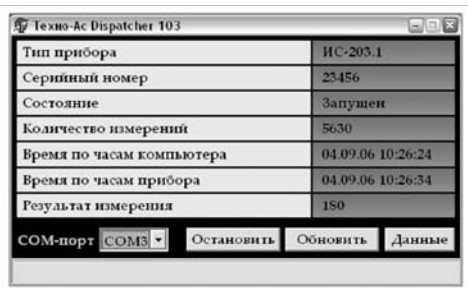

Рис.8
4.7 Переключателем “COM-порт” выбрать номер порта, по которому будет осуществляться связь с прибором. При этом в главном окне программы Dispatcher103 должна появиться информация о приборе, как показано на рис. 8. Если поля остались пустыми – требуется проверить правильность подключения прибора и выбора номера COM-порта.
Запуск прибора возможен только с компьютера. Для этого следует нажать на кнопку "Запустить" в главном окне программы (рис.9). При этом изменится состояние прибора на "Запущен" и кнопка "Запустить" сменится на "Остановить". Кнопка "Параметры" сменится на "Обновить" (рис.8. Прибор работает. При нажатии на кнопку "Обновить" программа выведет новые значения количества измерений и результаты последнего измерения.